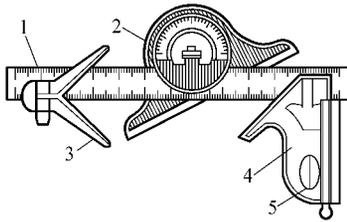

图 1 - 11 万能角度尺
(1) 量尺 也称钢尺是一种简单量具,精度只能达到 0.5 mm。规格有 150 mm、300 mm、500 mm、1 000 mm、2 000 mm 等。用来测量工件长度、宽度、高度以和进行划线等工作。
(2) 万能角度尺 一种组合角尺,用于较精确地测量各种角度。配装附件,可以有几种不同的用途。其结构如图 1 - 11 所示。